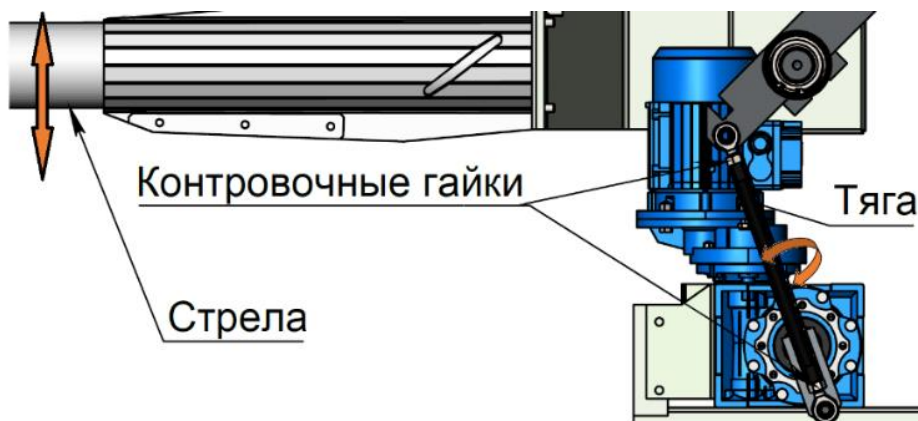

Рисунок 6
- Ослабит контровочные гайки на Тяге (см. Рисунок 6).